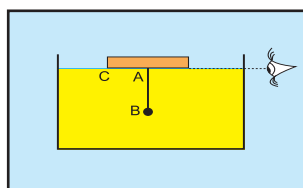

Fig. 25
- 11- Une épingle AB est plantée perpendiculairement au centre du bouchon de liège de rayon $AC = 5\text{cm}$. L'oeil qui vise tangentiellement à la surface de l'eau, cesse de voir l'extrémité B de l'épingle lorsque $AB = 4,4\text{ cm}$. Calculer l'angle de réfraction limite relatif au couple de milieux air-eau.(Fig. 25).